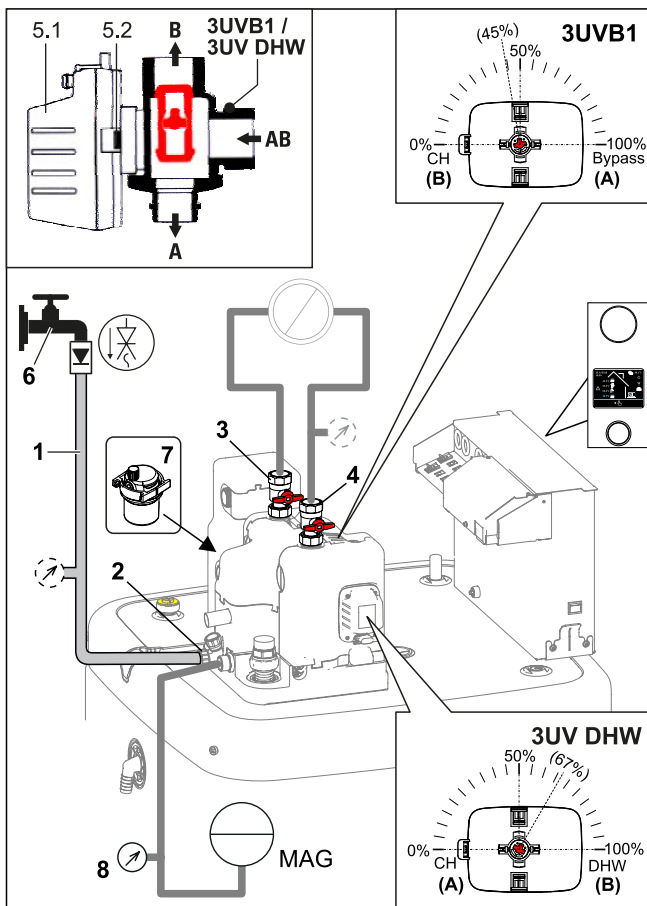

Bild 3-49 Heizungskreislauf befüllen
- 1 Füllschlauch (Bild 3-49, Pos. 1) mit Rückflussverhinderer (1/2") und einem externen Manometer (bauseitig) an den KFE-Hahn (Bild 3-49, Pos. 2) anschließen und gegen Abrutschen mit einer Schlauchschelle sichern.
- 3 Wasserhahn (Bild 3-49, Pos. 4) der Zuleitung öffnen.
- 4 KFE-Hahn (Bild 3-49, Pos. 2) öffnen und Manometer beobachten.
- 7 Wasserhahn (Bild 3-49, Pos. 4) schließen. KFE-Hahn muss offen bleiben, um den Wasserdruck am externen Manometer ablesen zu können.
- 10 Während des Warmwasserheizbetriebs ständig den Wasserdruck am externen Manometer prüfen und gegebenenfalls Wasser über den KFE-Hahn (Bild 3-49, Pos. 2) nachfüllen.
- 12 Wasserdruck am externen Manometer erneut prüfen und gegebenenfalls Wasser über den KFE-Hahn (Bild 3-49, Pos. 2) nachfüllen.
- 13 Füllschlauch (Bild 3-49, Pos. 1) mit Rückflussverhinderer vom KFE-Hahn (Bild 3-49, Pos. 2) entfernen.